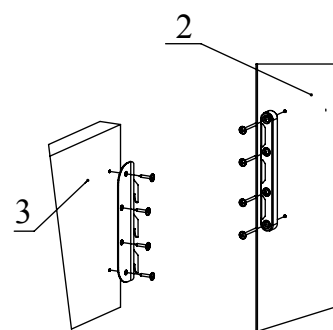

Рис.1
1. Шурупами 3,5x16 прикрутите кроватиные стяжки к детали 3. Вставьте стяжки винтовые в кроватиные планки и затяните винтами М4 с тыльной стороны детали 1. С помощью шурупов 4x30 прикрутите кроватиные планки к детали 2 (Рис. 1).